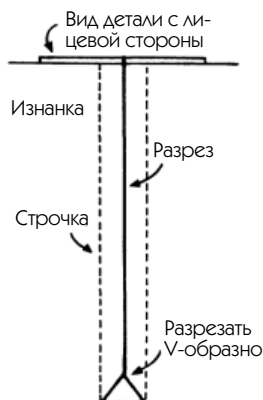

Рис. 424
3. Уложите полосу лицом к лицу на намеченную линию разреза, затем выполните строчку с изнаночной стороны, формируя предусмотренный прямоугольник (см. рис. 424). В уголках сделайте очень мелкие стежки.
— Сделайте разрез по обозначенной линии, затем надрежьте до углов (см. рис. 424).